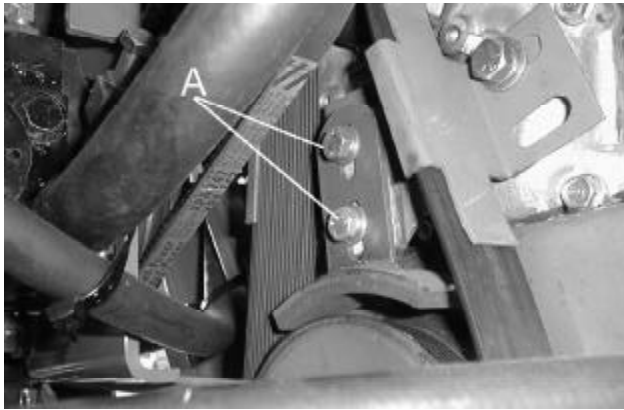

Fig.30
**Cutting Cylinder Brake Adjustment. (Fig.30)**
- (b) Loosen the screws (A. Fig.30) holding brake shoe to the mainframe, Slide shoe downwards till in contact with pulley.
### **Snijcilinder-remafstelling (Afb.30)**
- (b) Los de schroeven (A. Afb.30) die het remblok tegen het hoofdstel klemmen en schuif het blok omlaag tot het contact met de poelie maakt.
De verstelhendel bevindt zich aan de rechterkant van de stoel onder het stoelkussen (B in Afb. 30). Wanneer de hendel van de stoel wordt weggetrokken, kan de stoel naar voren en naar achteren worden geschoven. Wanneer de stoel op de gewenste plaats is, wordt de hendel losgelaten, waardoor de stoel in één van de vooringestelde standen schiet.